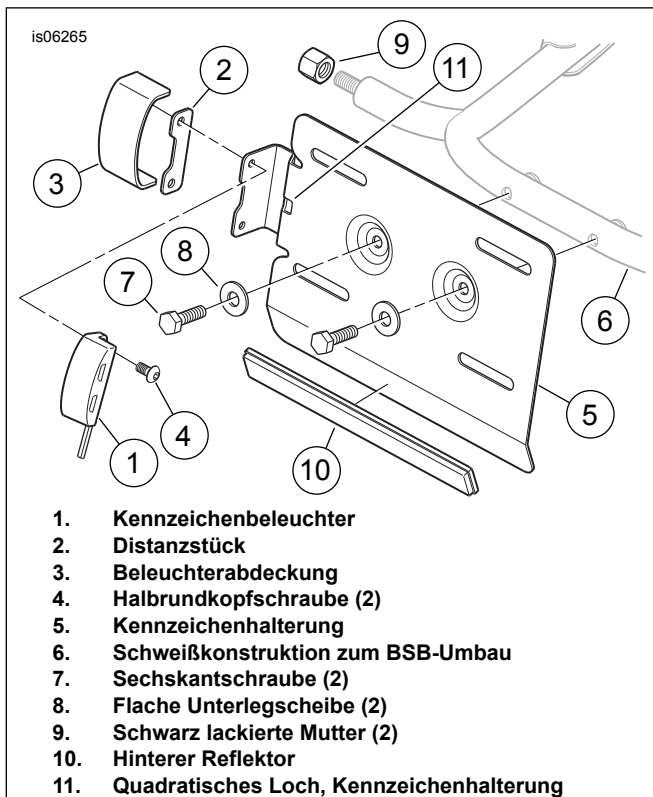

Abbildung 2. Einbau des Kennzeichenbeleuchters
2. Siehe Abbildung 2. Beleuchter (1), Distanzstück (2) und Abdeckung (3) in der gezeigten Reihenfolge an der Kennzeichenhalterung (5) einbauen, und die Schrauben (4) sicher anziehen.
3. Schweißkonstruktion zum BSB-Umbau (6), zwei Schrauben (7) und zwei flache Unterlegscheiben (8) aus dem Satz nehmen.
7. Siehe Abbildung 2. Kennzeichenbeleuchterkabel (1) und Kabelkanal in das quadratische Loch (11) der Kennzeichenhalterung (5) einführen. Siehe Abbildung 7. Die Kabel und den Kabelkanal in das Loch (C) im Rohr der Schweißkonstruktion zum BSB-Umbau einsetzen und die Kabel an der Y-förmigen Verbindungsstelle (D) auf der linken Seite des Rohrs vorbei schieben, bis die Kabelenden an den vorderen Öffnung frei liegen.